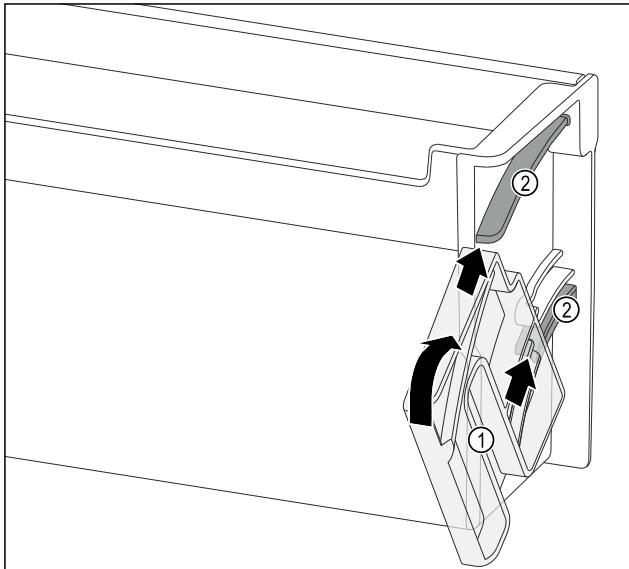

Fig. 100
- ▶ Позиционирайте завъртращото устройство Fig. 100 (1) така, че прорезите да са точно срещу направляващите канали Fig. 100 (2) на рафта на вратата.
- ▶ Завъртете завъртращото устройство Fig. 100 (1) в показаната посока.